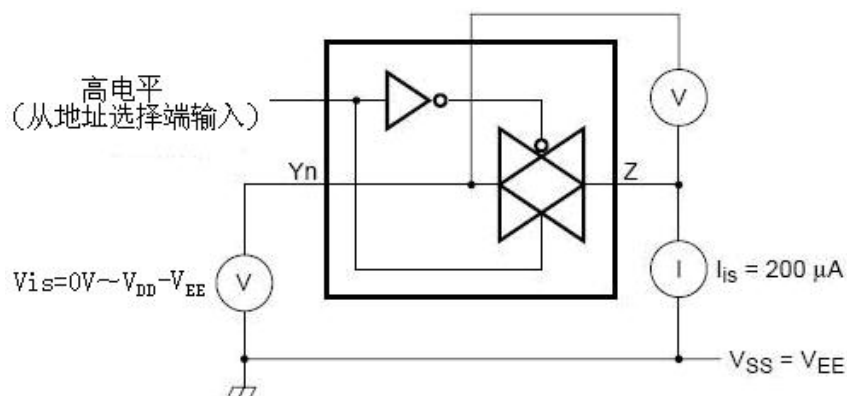

图 4、导通电阻测试线路图
3.3.2、直流特性 2（未有特殊说明， $V_{SS}=0V$ ， $T_{amb} = 25^{\circ}C$ ，测试线路图见图 4）